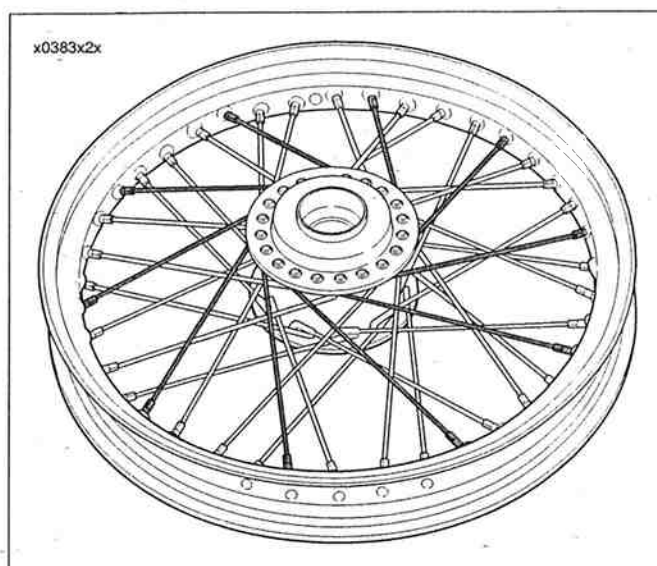

Figura 2-42. Rayos completos – exterior del reborde superior
18. Vea la Figura 2-42. Compruebe que el rayo llegue hasta el racor y fíjelo a mano. Siga la misma secuencia para terminar la instalación de los rayos exteriores (cabeza corta) del reborde superior.